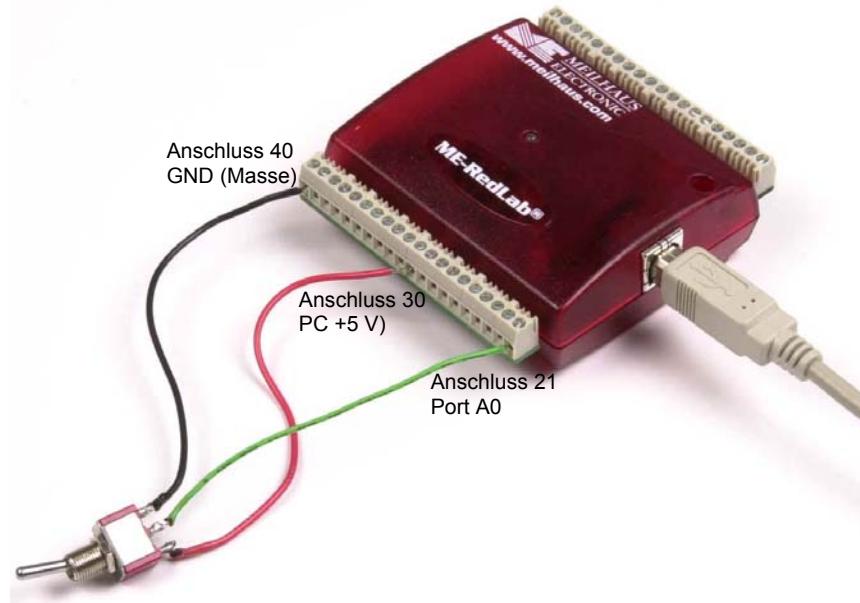
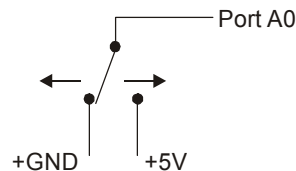

Abb. 3-8. Digitale Verbindung von Port A0 zur Erkennung eines Schalterstatus
Abb. 3-9. Erkennung der Schalterstellung durch den digitalen Eingang A0
Wenn die digitalen Anschlüsse als Eingang konfiguriert sind, kann darüber der Zustand der TTL-Eingänge überwacht werden. In Abbildung 3-8 finden Sie die entsprechende Schaltung und in Abbildung 3-9 eine schematische Darstellung. Wenn Sie den Schalter auf den +5V-Eingang legen, liest Anschluss A0 *WAHR* (1). Wird der Schalter auf GND gestellt, liest Anschluss A0 *FALSCH*.